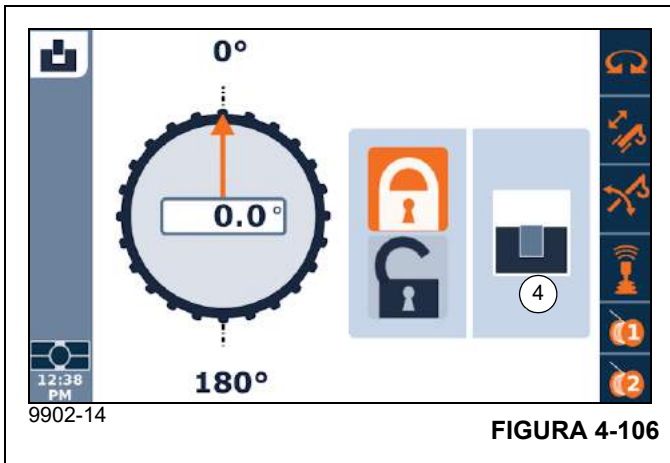

FIGURA 4-106
Na Figura 4-106, o Indicador de status de trava de giro (4) mostra que a trava de giro está na posição travada.
Quando a trava estiver engatada, o Indicador de status Travado (4, Figura 4-106) aparecerá.